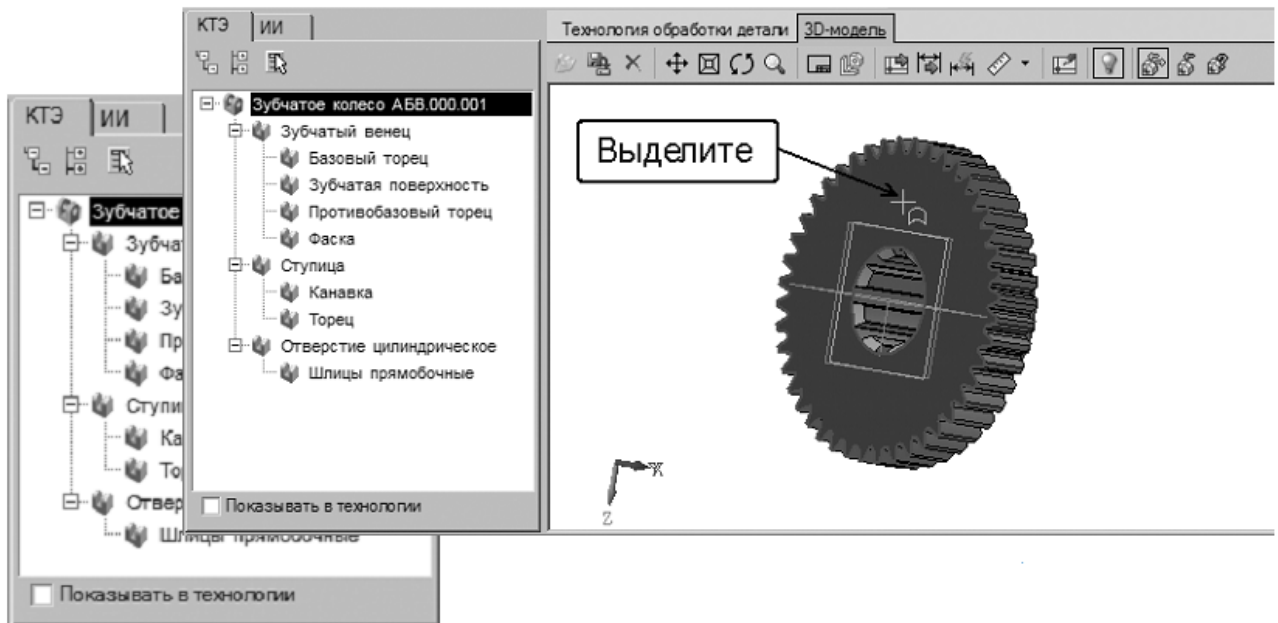

Рисунок 4.
5. Установите курсор на корневой элемент дерева КТЭ (в нашем случае это **Зубчатое колесо АБВ.000.001**) и, щелкнув правой кнопкой мыши, выберите команду **Добавить КТЭ**. Добавьте **Цилиндр полуоткрытый наружный 1** и измените его имя на название «**Ступица**». К этому элементу добавьте КТЭ: **Канавка прямоугольная наружная радиальная** (имя «**Канавка**»); **Торец открытый наружный**. (рис. 4)
6. Аналогично тому, как был сформирован фрагмент дерева КТЭ для ступицы, сформируйте фрагмент дерева КТЭ для внутреннего отверстия. Фрагмент будет состоять из двух КТЭ: Цилиндрическое отверстие сквозное с фасками с двух сторон; Шлицы внутренние прямобочные. Окончательный вид дерева КТЭ представлен на рис. 4.